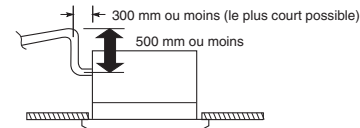

Fig. 3-27
- S'il est nécessaire d'augmenter la hauteur du tuyau de purge, la section directement après la bouche de connexion peut être levée d'un maximum de 500 mm. Ne pas lever à plus de 500 mm, cela pourrait entraîner des fuites d'eau. (Fig. 3-27)